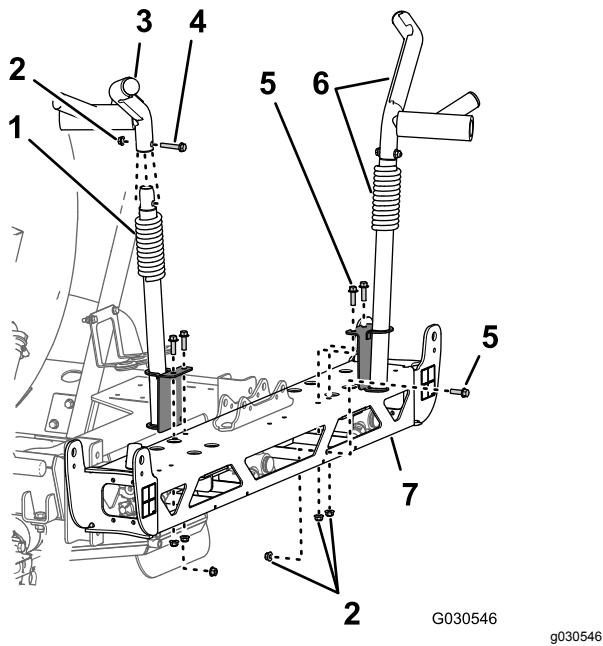

Figura 77
1. En el soporte del brazo izquierdo, retire el perno con arandela prensada (3/8" x 2") y la contratuerca con arandela prensada (3/8") que sujetan el conjunto del soporte superior izquierdo al conjunto del soporte inferior (Figura 77).
2. Retire los 3 pernos con arandela prensada (3/8" x 2") y las 3 contratuerkas con arandela prensada (3/8") que sujetan el soporte del brazo inferior izquierdo al bastidor de la sección de brazo central y retire el soporte (Figura 77).
3. En el soporte derecho, retire el perno horizontal y los 2 pernos con arandela prensada verticales (3/8" x 1 1/4") y las 3 contratuerkas con arandela prensada (3/8") que sujetan el conjunto del soporte del brazo derecho al bastidor de la sección de brazo central (Figura 77).